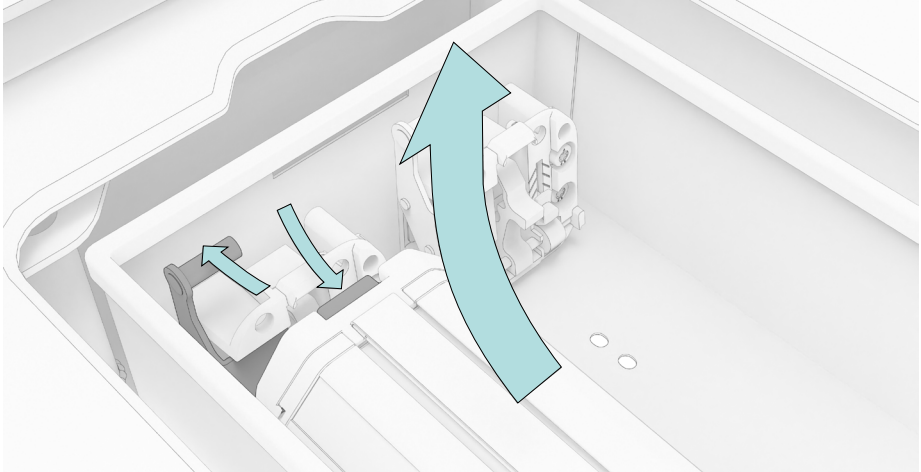

Abb. 21
3. Entriegle den Akku. Ziehe dazu zuerst den Entriegelungshebel 1 in Richtung Akku und halte den Hebel in dieser Position (Abb. 21)